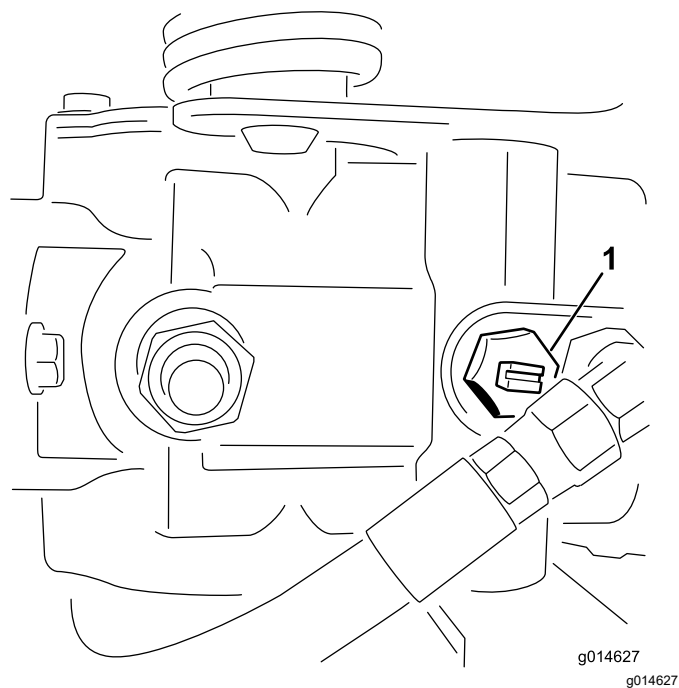

Figura 25
1. Localice la válvula de desvío en la bomba y gírela hasta que la ranura esté en posición vertical (Figura 25).
2. Antes de arrancar el motor, cierre la válvula de desvío girándola hasta que la ranura esté horizontal (Figura 25).